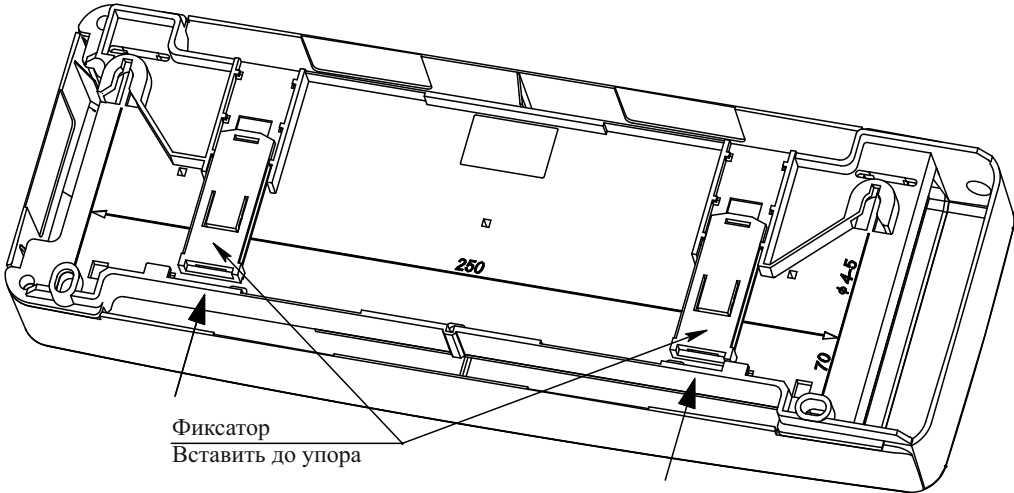

Рисунок 5
- в направляющие основания вставить фиксаторы, входящие в комплектность (рисунок 5);